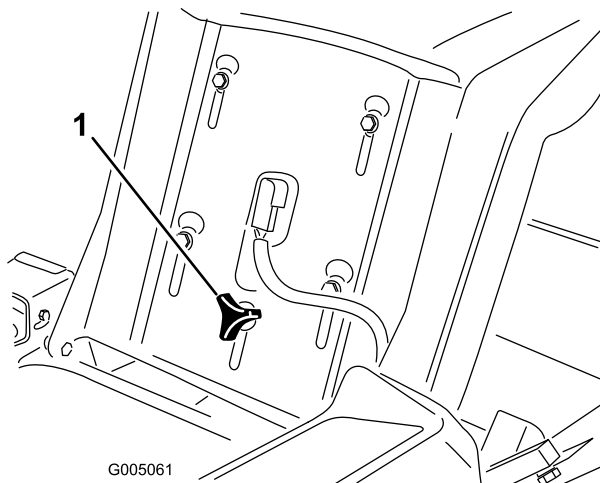

Figura 15
1. Levante el asiento y afloje el pomo de ajuste lo suficiente para poder desplazar el asiento (Figura 15).